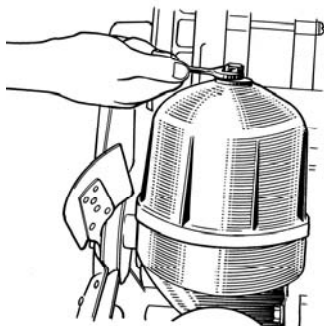

Рис. 55. Отвертывание гайки колпака
- 1 Отвернуть гайку колпака фильтра (рис. 55) и снять колпак.